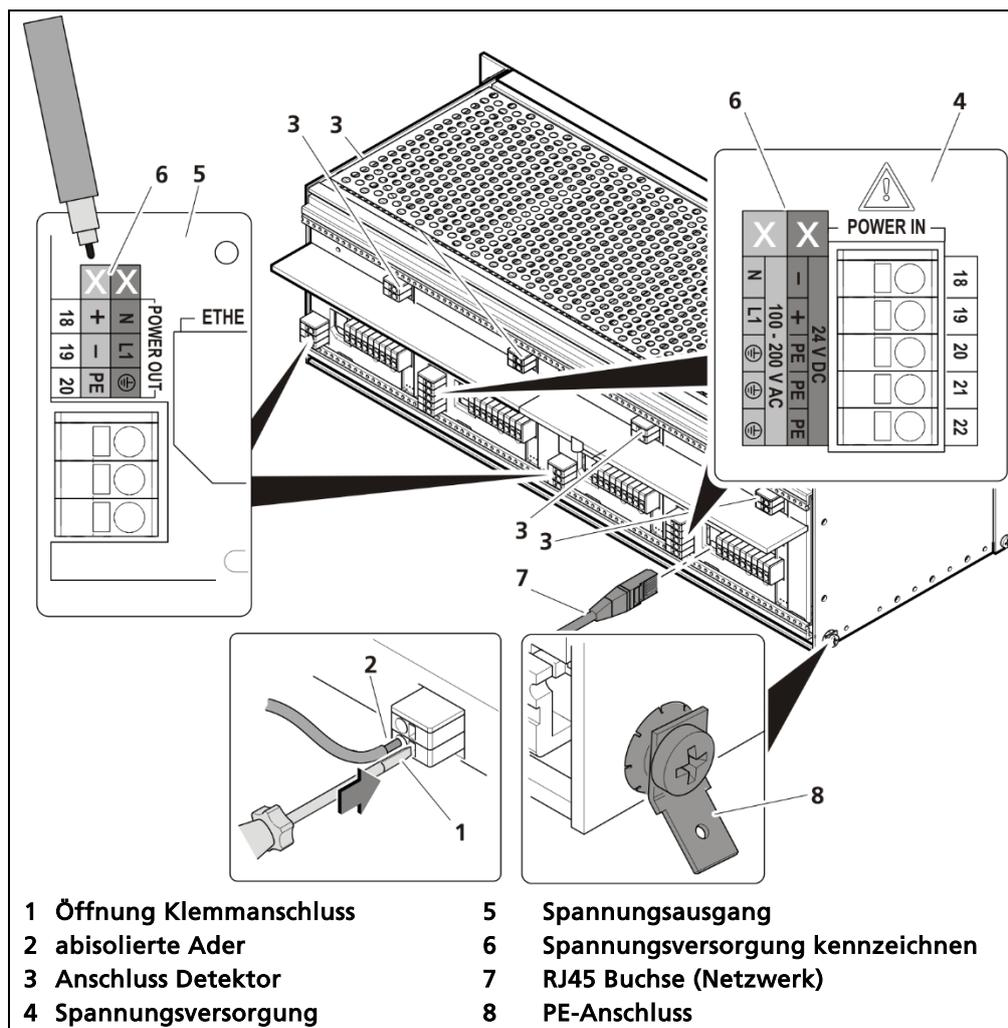

Abb. 21 Elektrischer Anschluss im 19" Baugruppenträger
Vor der Erstinbetriebnahme muss der Spannungsbereich (Abb. 21, Pos.8) an allen Eingangs – und Ausgangsklemmen dauerhaft und chemikalienbeständig gekennzeichnet werden!
Für die Variante zur Installation von jeweils einer Master AWE mit 3 Slave-Modulen wird 2-mal die Anschlussplatine Master/Slave (Abb. 21, Pos.2) verwendet.
Für die Variante zur Installation von 4 Master-AWEs wird 2-mal die Anschlussplatine Master/Master (Abb. 21, Pos.1) verwendet.
Es darf nur die Spannung des gekennzeichneten Bereichs (Abb. 21, Pos.6) angelegt werden!
2. Kennzeichnen Sie den Spannungsbereich dauerhaft und chemikalienbeständig (Abb. 21, Pos.6).
4. Öffnen Sie mit einem Betätigungswerkzeug (Schlitz-Schraubendreher) den Klemmanschluss (Abb. 21, Pos.1) und führen Sie die abisolierte Ader (min. 8 mm) (Abb. 21, Pos.2) ein. Durch Herausziehen des Betätigungswerkzeuges wird der Klemmanschluss geschlossen.
5. Stecken Sie den Netzwerkstecker in die RJ45 Buchse (Abb. 21, Pos.7) (optional).
6. Überprüfen sie den korrekten Anschluss der PE-Leitung (Abb. 21, Pos.8).